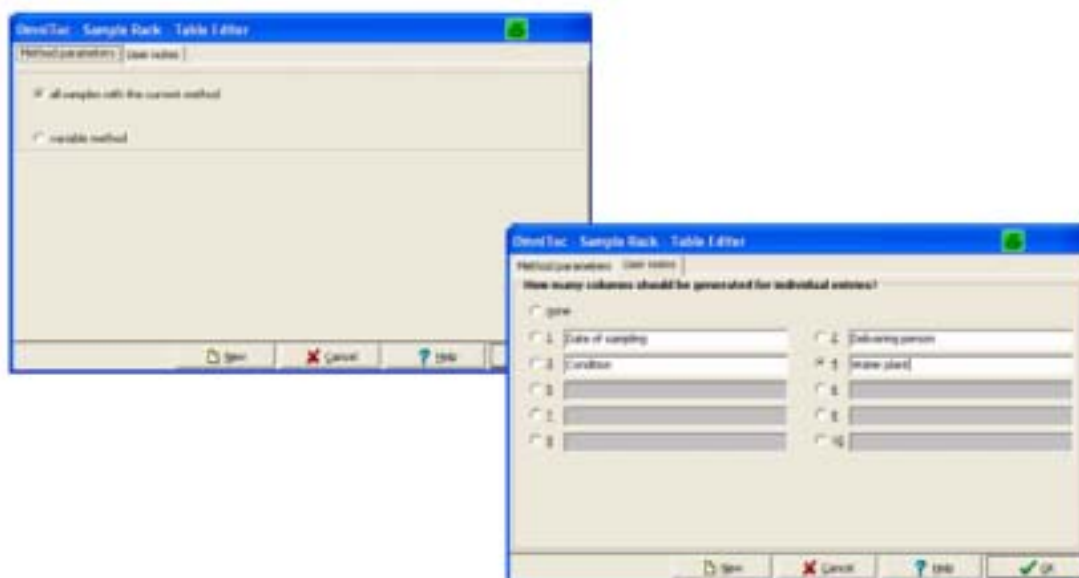

图40 Sample Rack Table Editor (样品架表编辑器)
5. 选择Rack Table>New (样品架表>新建) 打开一个Sample Rack Table Editor (样品架表编辑器) 窗口(图40)。在Method Parameters (方法参数) 选项卡下, 选择是否所有样品都用当前方法进行处理或者用不同的方法进行处理。